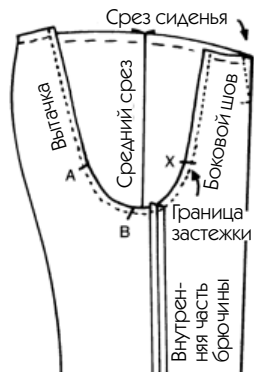

Рис. 446
6. Внутренние швы на брючинах: сформируйте с каждой стороны брючину, стачивая внутренний срез задней половинки брючин с правой стороны с внутренним срезом передней половинки брючины с той же стороны, то же самое вам нужно сделать для левой брючины (см. шов № 2 на рис. 446).
7. Шов сиденья (шов № 3 на примере 446): если в моде плотно облегающие брюки, то необходимо создать выпуклость, чтобы уменьшить неудобство, причиняемое моделью (от А до В, рис. 446):